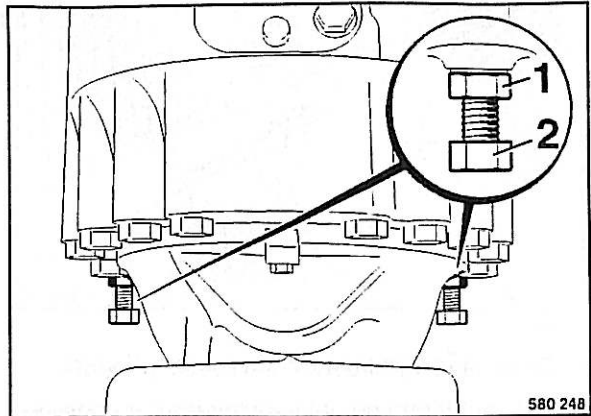

Fig. 60
- Para soltar los frenos hay que desenroscar las contratuercas 1 (Fig. 60) por aprox. 8 mm.
- Enroscar los tornillos para soltar el freno (2) hasta el tope.